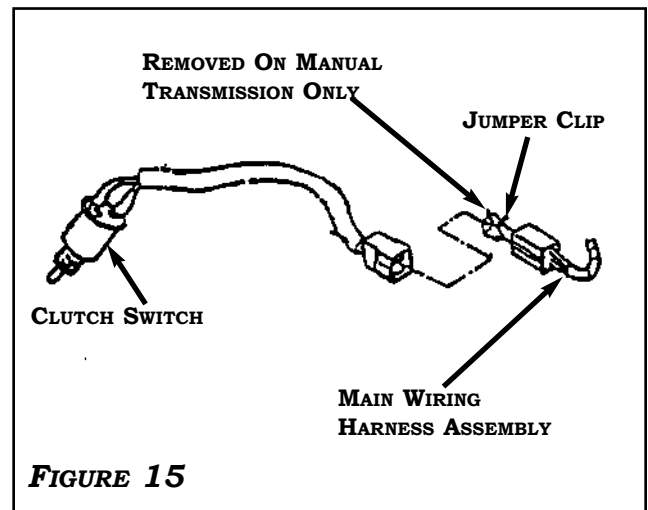

FIGURE 15
2. REMOVE THE JUMPER CLIP FROM THE **CRUISE CONTROL MAIN HARNESS** AND PLUG TO THE MATING CONNECTOR ON THE **CLUTCH SWITCH**. **FIGURE 15**